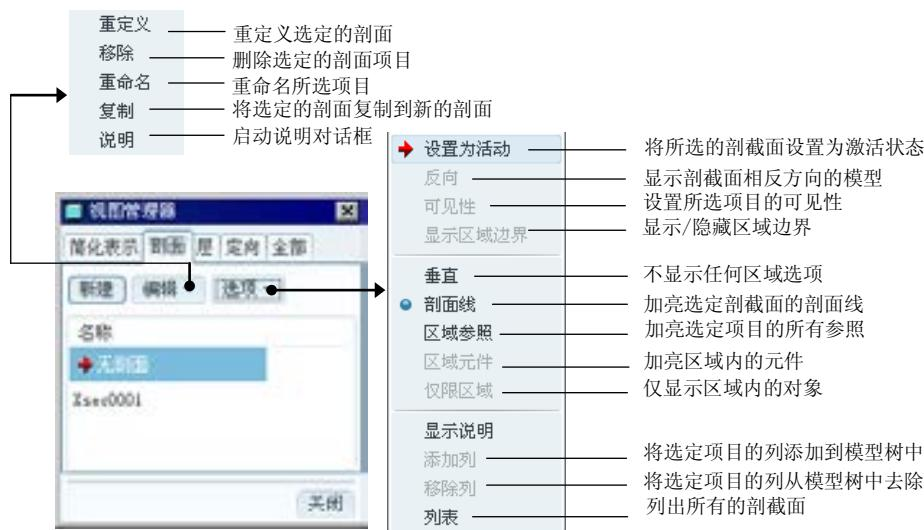

图 9.3.3 设置剖截面
选择下拉菜单 **视图(V)** → **视图管理器(V)** 命令，在弹出的对话框中单击**剖面**标签，即可进入剖截面操作界面，操作界面中各命令的说明如图 9.3.3 所示。
Step2. 选择下拉菜单 视图(V) → 视图管理器(W) 命令。
Step3. 单击剖面 标签，在图 9.3.3 所示的剖面操作界面中单击 新建 按钮，输入名称 section1，并按 Enter 键。
(3) 此时系统返回图 9.3.3 所示的剖面操作界面，双击剖面名称“section1”，在 Sectionl 状态下，模型上显示新建的剖面。
Step7. 此时系统返回图 9.3.3 所示的剖面操作界面，单击 **关闭** 按钮。